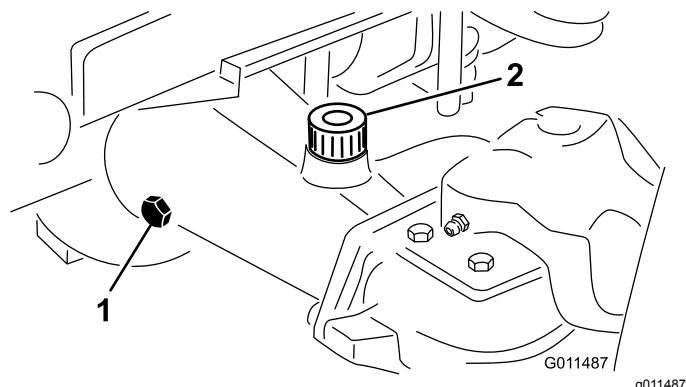

Figura 106
2. Togliete il tappo di controllo dall'estremità del ponte e verificate che il lubrificante raggiunga la base del foro (Figura 106).